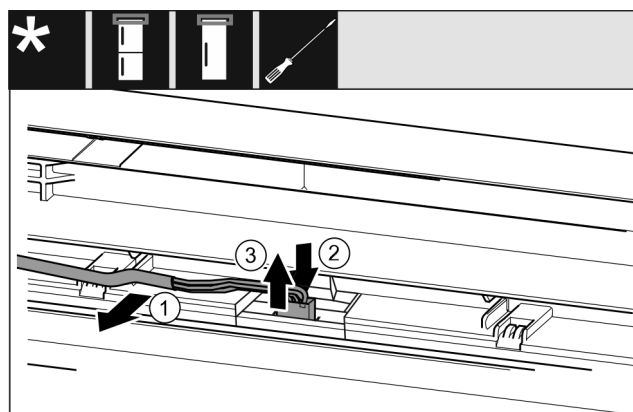

Fig. 22 Комбинация из холодильных и морозильных агрегатов / морозильные агрегаты / холодильные агрегаты*
- Осторожно высвободите кабель Fig. 22 (1) из направляющей в двери.*
- Вдавите назад накладку Fig. 22 (2) за штекером.*
- Осторожно вытяните штекер Fig. 22 (3) вверх.*